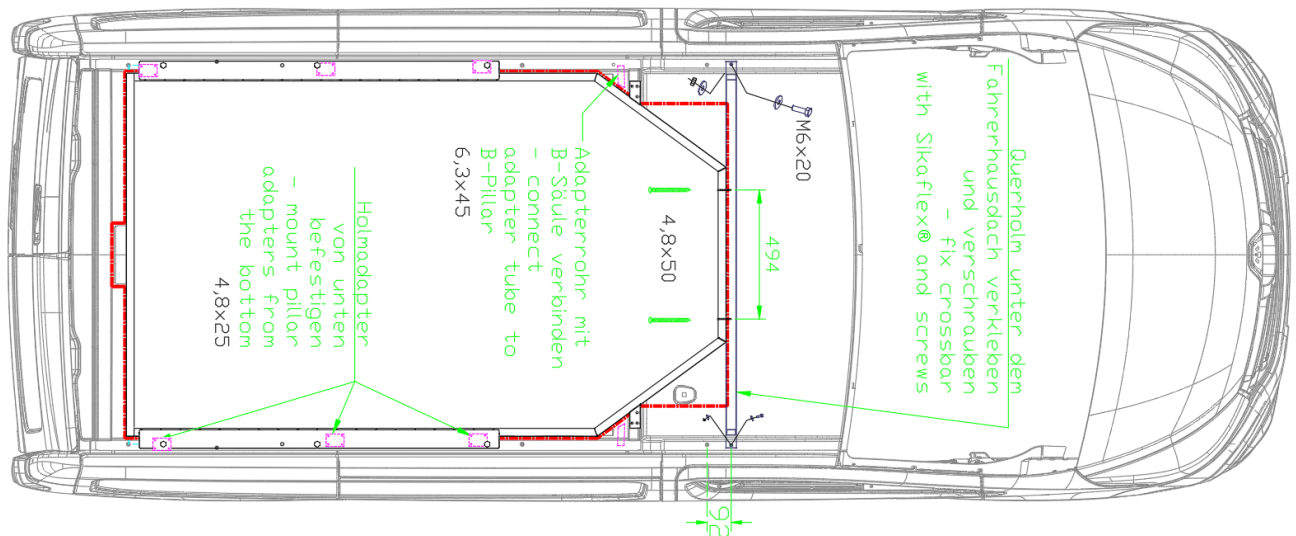

Abb. 3-1: Einbaurahmen – Befestigungspunkte der Holmadapter und des Querholms / metal frame – fixing points of the pillar adapters and the crossbar [A0003929]
- Einbaurahmen symmetrisch zum Ausschnitt ausrichten und temporär mit den vorgesehen M6x20 Sechskantschrauben fixieren (s. Abb. 3-1)
- Befestigungspunkte der Laschen vorbohren (s. Abb. 3-1)
- Adjust metal frame symmetrical and fix it temporarily with the M6x20 hex bolts (see Abb. 3-1)
- Predrill the fixing points of the brackets (see Abb. 3-1)
Abb. 3-1: Einbaurahmen - Verschraubungspunkte Fahrzeug-Originalgewinde und Laschen / metal frame – fixing points of original vehicle threads and brackets [A0003929]